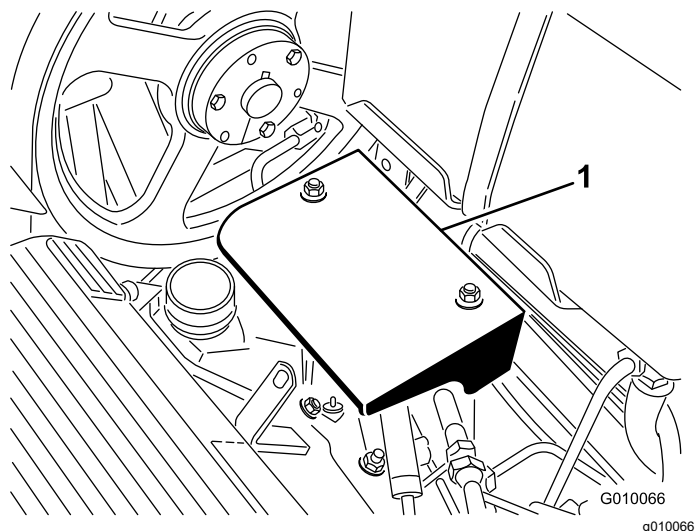

Figure 58
3. Retirez les 2 écrous de fixation du déflecteur de la pompe et déposez le déflecteur (Figure 58).